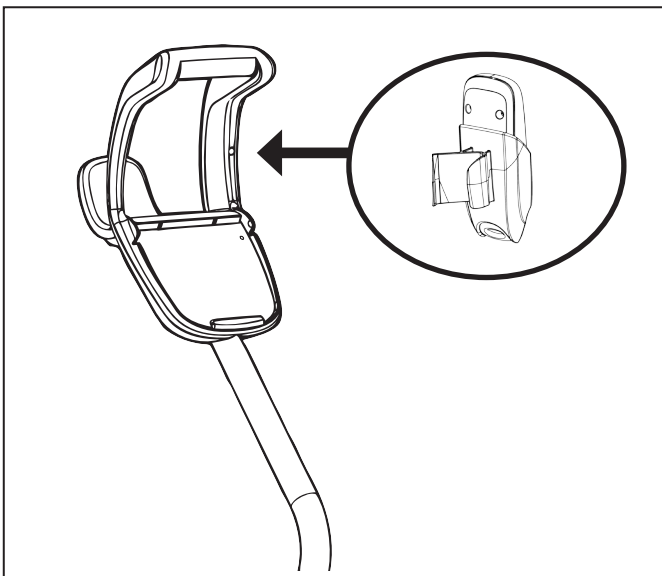

Figure 8. Enclencher le porte-télécommande
9. **(3510 WD)** Trouver la goupille située sur le porte-télécommande et l'aligner avec le réceptacle situé sur la poignée du chariot afin d'accrocher la télécommande au chariot (Figure 8).